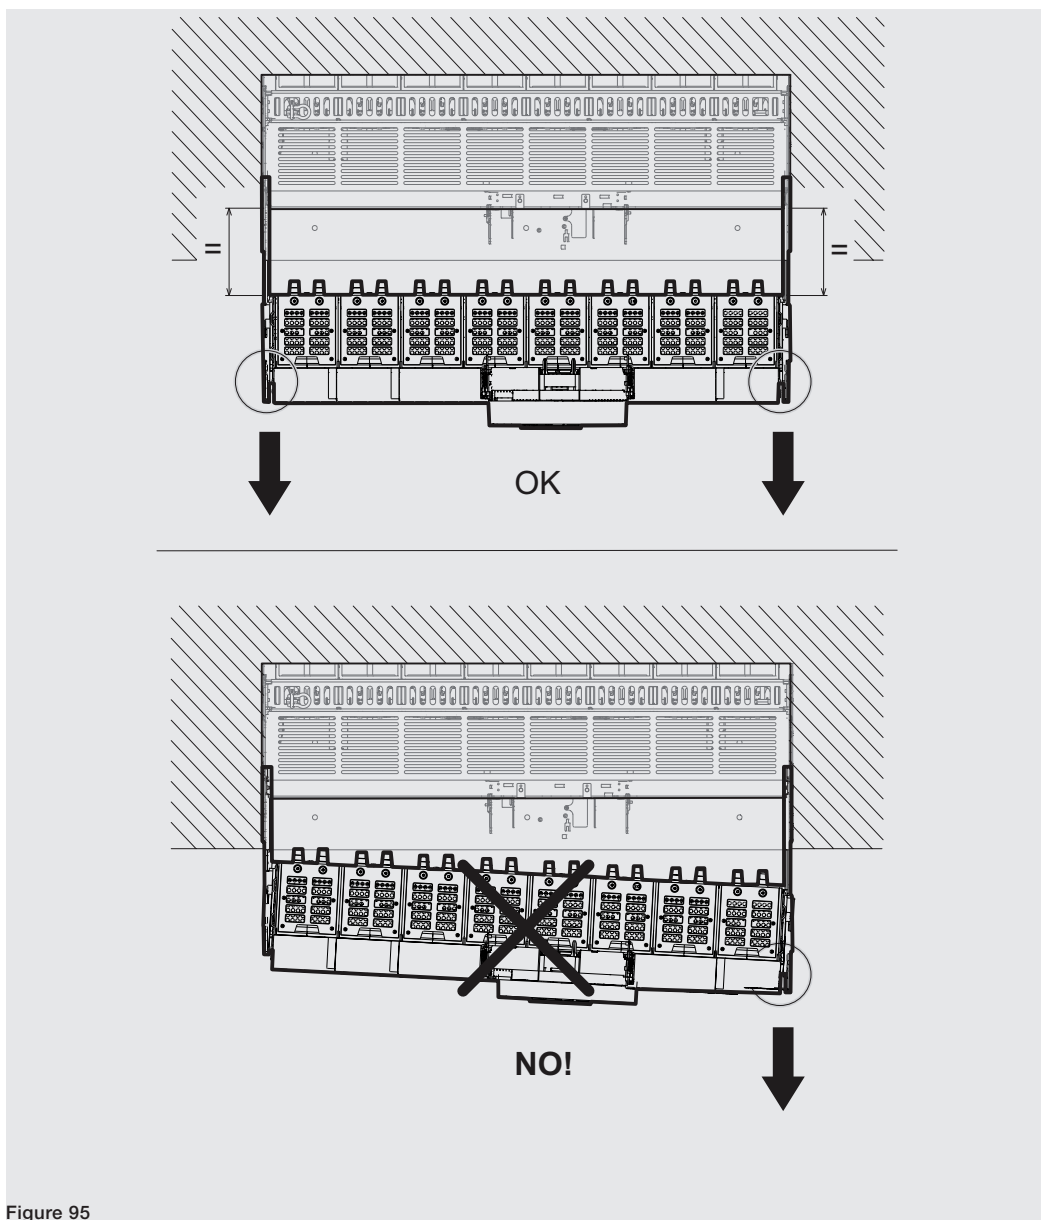

Figure 95
**ATTENTION! Vérifier, pendant l'extraction de la partie mobile, que les deux glissières de la partie fixe effectuent la même course en maintenant la partie mobile parallèle à la partie fixe. Voir Figure 95.**